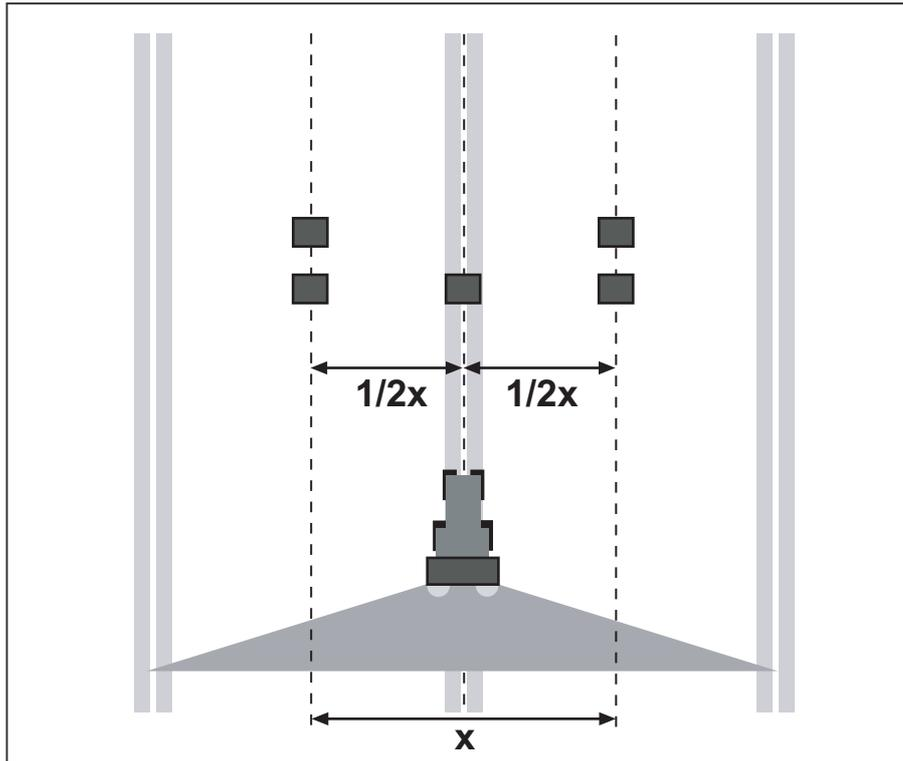

Imagen 7.27: Disposición para una pasada
- Colocar dos bandejas colectoras a una distancia de **1 m** una detrás de otra en las zonas de solapamiento (entre los carriles) y una bandeja colectoras en el carril (según imagen 7.27).